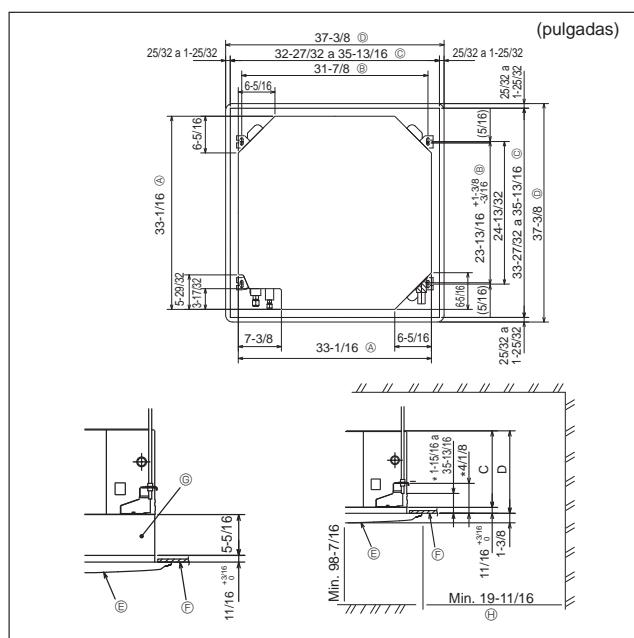

Fig. 2-2
2.2. Apertura del techo y ubicación de los tornillos de suspensión (Fig. 2-2)
* Las dimensiones de la apertura del techo pueden ajustarse dentro de los valores indicados en Fig. 2-2; centre la unidad principal en la apertura asegurándose de que los lados opuestos respectivos alrededor de la apertura sean idénticos.